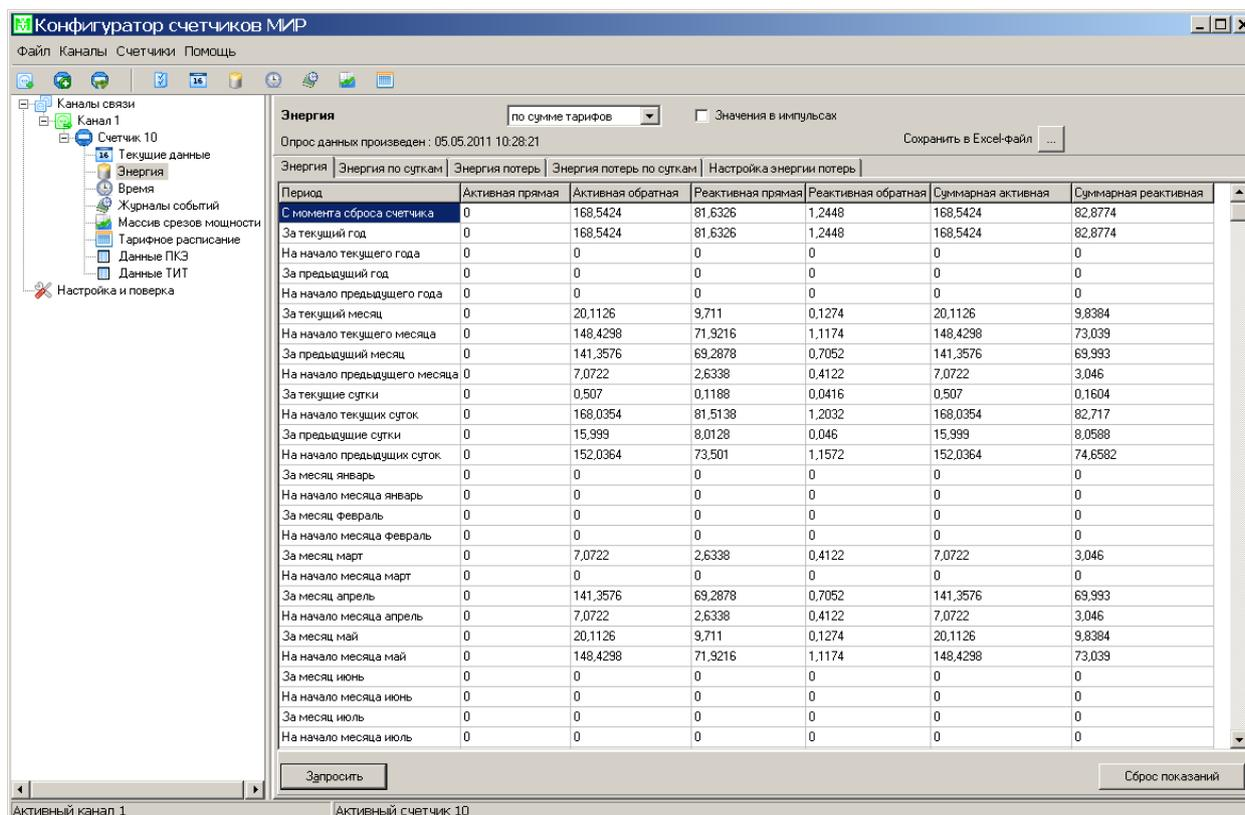

Рисунок 3.37
3.3.10.2 Для считывания значений энергии необходимо на панели *Энергия* (рисунок 3.37) нажать кнопку *Запросить*, предварительно выбрав, по какому тарифу следует запрашивать значения энергии (один из тарифов или по сумме тарифов). Если обмен данными со счетчиком прошел успешно, то значения энергии появятся в таблице.